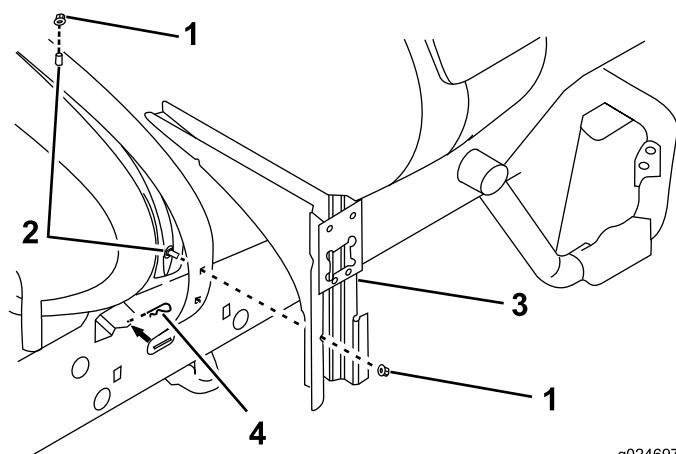

Figura 10
2. Instale 2 parafusos de carroçaria na correia direita do depósito (Figura 10).
- Ligue a montagem da válvula aos parafusos de carroçaria previamente instalados utilizando duas porcas flangeadas (Figura 10).